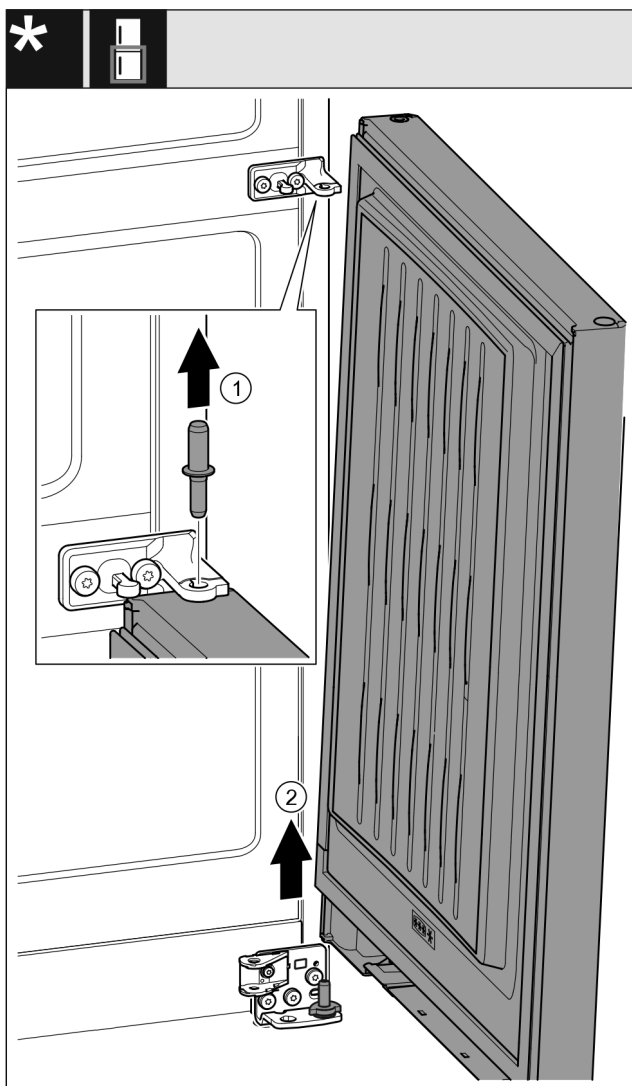

Fig. 21 *
- ▶ Извлеките пальцы движением вверх. Fig. 21 (1)*
- ▶ Отведите дверь, потяните вверх и отставьте в сторону. Fig. 21 (2)*